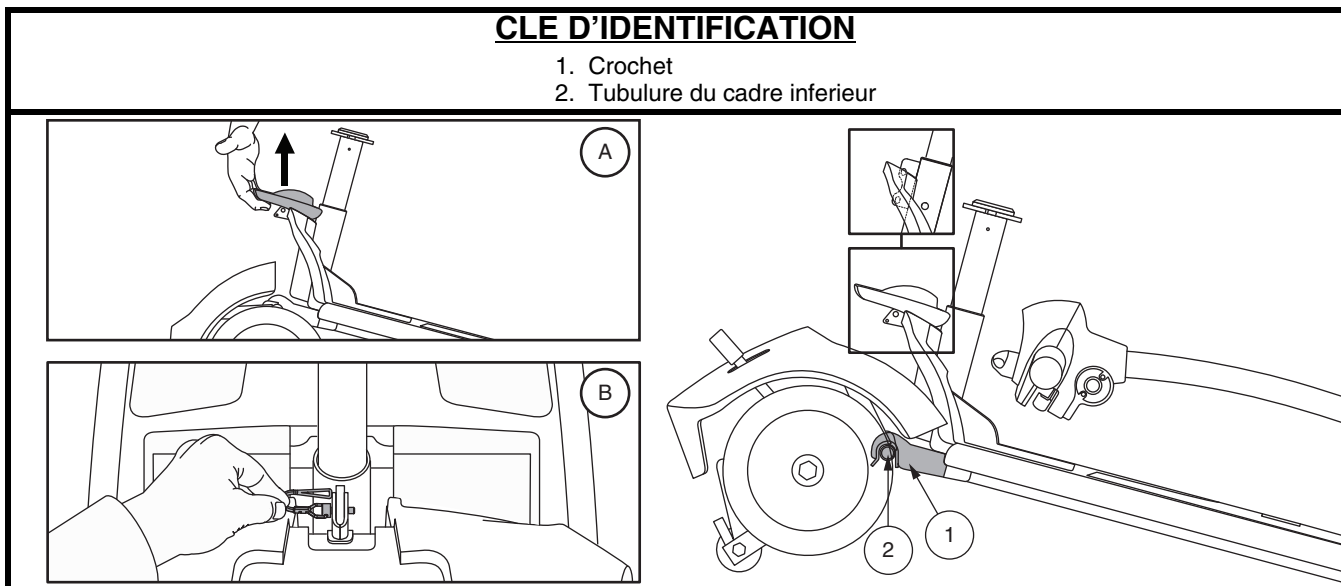

Figure 26. Levier de blocage du cadre (Style A) et Libérez la goupille de verrouillage de blocage du châssis (Style B)
4. Séparez doucement les sections du Travel Scooter. **Voir la figure 26.**
NOTE: Avant de débiter l'assemblage, basculez légèrement la section arrière du Travel Scooter vers ses rolettes antibasculer tel que montré dans la figure 26.
1. Soulevez la section avant par le levier de blocage (ou le mât du siège sur les modèles 36, 83, et 84) et alignez les crochets avec la tubulure de la section arrière. **Voir la figure 26.**
2. Une fois que les crochets du châssis sont sur le tube inférieur du châssis, abaissez la section inférieure avant et faites pivoter la section arrière simultanément. Ceci engagera le verrouillage du châssis automatiquement pour les modèles 40X, 44X, 40E, 44E, 40LX, 44LX, 50LX, 54LX, 53, 53HD, 54, 54HD, 73, et 74. Pour les modèles 36, 83, et 84, vous aurez besoin de réinstaller la goupille de verrouillage du châssis pour terminer l'assemblage du corps. **Voir la figure 26.**